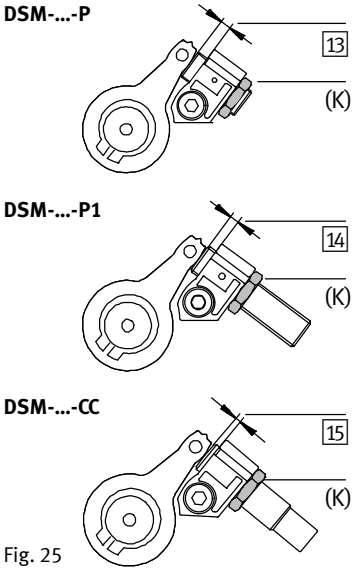

Fig. 25
2. Desserrer le contre-écrou (K) (Fig. 25) de l'amortisseur. La longueur de desserrage de l'amortisseur (amortisseur en élastomère [13] / [14] ou amortisseur [15]) permet de compenser l'écart de fin de course. Cet écart est créé lors du pré réglage en approchant l'amortisseur du levier de butée sans pression.